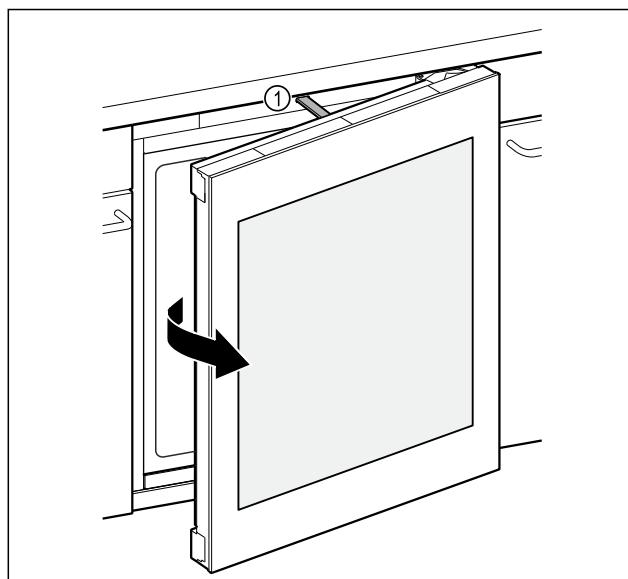

Fig. 84
- Штовхач Fig. 84 (1) відчинить двері приблизно на 7 см.